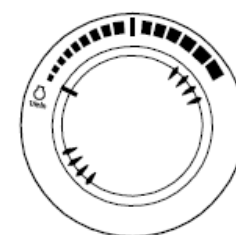

Figura 24
4. Fije la palanca de seguridad en la posición "BLOQUEAR" y eleve el pedestal de elevación subiendo la palanca (1, Figura 24).